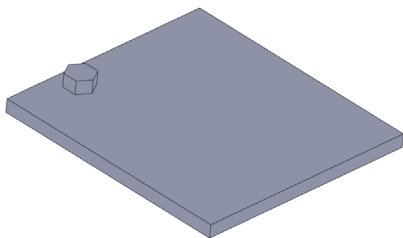

图 6-61 打开素材模型
(1) 单击常用工具栏中的【打开】按钮，打开一幅素材模型，如图 6-61 所示。